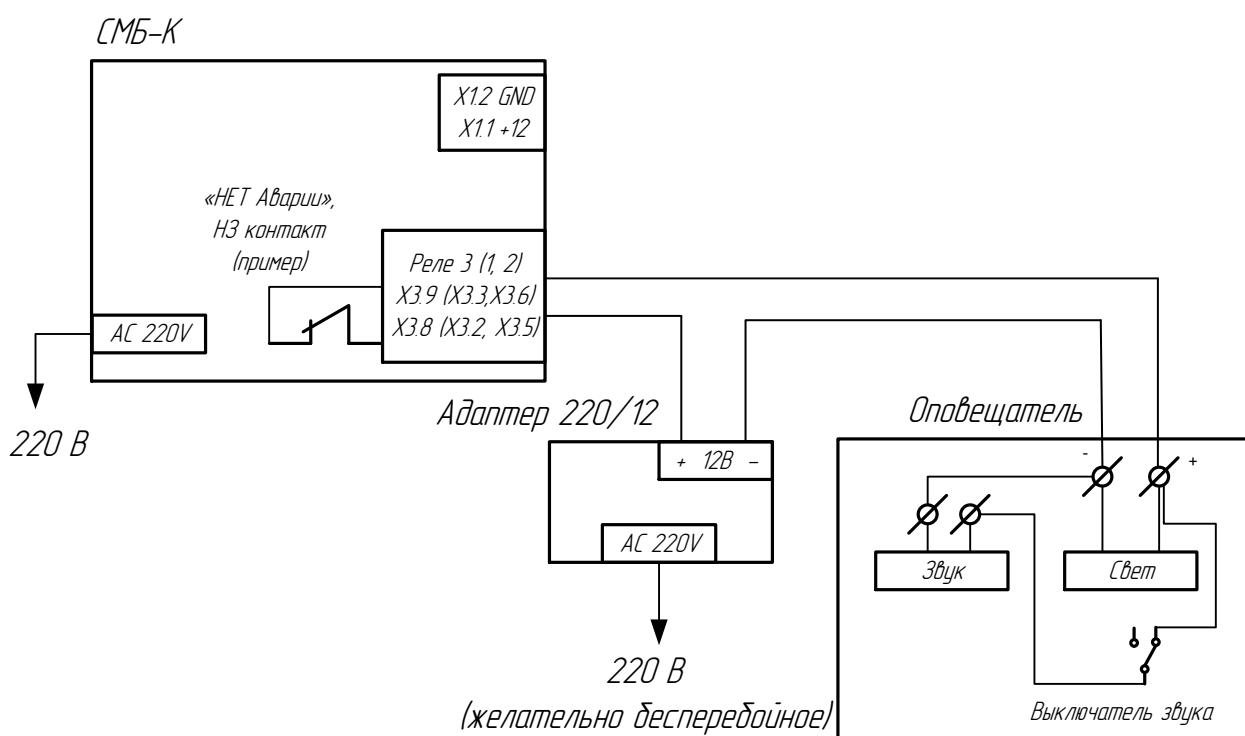

Рисунок 4 – Питание от внешнего адаптера
- питание только от внешнего блока питания 12В (см. Рисунок 4).